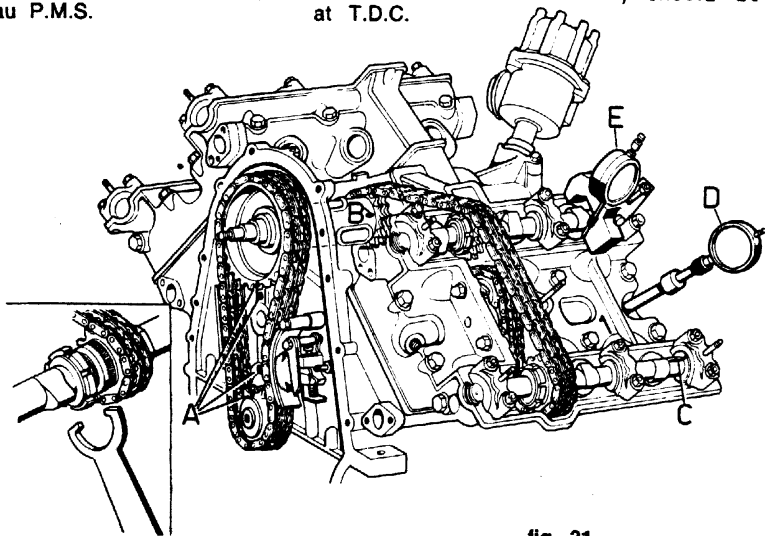

fig. 31
In caso di smontaggio del motore, per ottenere la giusta fasatura, procedere come appresso indicato. Ruotare l'albero a manovella fino a fare coincidere i denti segnati da uno (0) sull'ingranaggio distribuzione e sull'albero a manovella, con i relativi contrassegni (0) sul frontale basamento (fig. 31/A).
En cas de démontage du moteur, pour obtenir une mise en phase correcte, opérer de la façon suivante: faire tourner l'arbre à manivelle jusqu'à ce que les dents marquées par un (0) sur l'engrenage de distribution et sur l'arbre à manivelle coïncident avec les marques (0) correspondantes sur le monobloc (fig. 31/A).
Rotate the crankshaft so as to bring the teeth marked with 0 on the timing gear on the crankshaft into line with the related matching marks 0 on the front of crankcase (A, fig. 31).
In caso di smontaggio di una delle due teste assicurarsi che lo zero (0) segnato sull'albero centrale sia visibile in corrispondenza dell'uscita della catena (fig. 31/B) con il pistone numero uno al P.M.S. nel caso che lo zero (0) non fosse visibile ruotare il motore di 360°.
Trovate queste coincidenze si può procedere al montaggio degli assi a camme facendo attenzione che i segni su di essi combacino con quelli stampigliati sui supporti (fig. 31/C).
Au cas où l'on démonterait une des deux culasses, s'assurer que le zéro (0) marqué sur l'arbre central soit bien visible en correspondance de la sortie de la chaîne (fig. 31/B) avec le piston n. 1 au P.M.S.; au cas où le zéro (0) ne serait pas visible, tourner le moteur de 360°.
Une fois que les coincidences ont été trouvées, on peut passer au montage des axes à cames en faisant bien attention à ce que les marques de ceux-ci coïncident avec celles estampillées sur les supports (fig. 31/C).
When removing one of the two heads, make sure that mark 0 on the central shaft can be spot at the exit of chain (B, fig. 31) with piston No. 1 at T.D.C.; in case mark 0 cannot be spotted, rotate engine 360°.
When these coincidences are achieved, proceed to the assembly of camshafts making sure that marks stamped on them are aligned with those on the supports (C, fig. 31).
misuratore micrometrico sul foro della sua candela (fig. 31/D) (testa sinistra) e con i lobi degli assi a camme nella posizione indicata in (fig. 31/C) rivolti verso l'esterno. Si fissa un altro misuratore micrometrico in corrispondenza del bicchierino della valvola del cilindro numero uno (fig. 31/E), indi ruotare l'asse a camme fino che la valvola di aspirazione sia aperta di mm 2,2 e la valvola di scarico di mm 1,3. Analoga operazione dovrà essere fatta sulla testa opposta, tenendo presente che i lobi degli alberi a camme dovranno essere rivolti verso l'interno e che gli strumenti di misurazione dovranno essere posti sul cilindro numero sei.
Fare attenzione alla segnatura sugli assi a camme (fig. 31/C).
Pour trouver le P.M.S. du cylindre numéro un, fixer au moyen d'instruments spéciaux, un mesureur micrométrique sur le orifice de sa bougie (fig. 31/D) (culasse gauche), les lobes des axes à cames ayant la position indiquée sur la (fig. 31/C), tournés vers l'extérieur.
Fixer un autre mesureur micrométrique en correspondance de l'emboîtement de la soupape du cylindre numéro un (fig. 31/E) et faire tourner l'axe à cames jusqu'à ce que la soupape d'admission ait une ouverture de 2,2 mm et la soupape d'échappement une ouverture de 1,3 mm. La même opération devra être effectuée sur la culasse opposée, en tenant compte du fait que les lobes des arbres à cames devront être tournés vers l'intérieur et que les instruments de mesure devront être placés sur le cylindre n. 6.
Faire attention aux marques sur les axes à cames (fig. 31/C).
By means of the proper tools fix a micrometric gauge in the spark plug hole (fig. 31/D), left hand head, and with camshafts in the position indicated in (fig. 31/C). Fix an other micrometric gauge in correspondance of the valve cap of cylinder No. 1 (fig. 31/E), then turn camshaft till intake valve is mms. 2.2 open and exhaust valve mms. 1.3. Same operation should be carried out on the opposite head, keeping in mind that position of camshafts should be in opposite position in respect of (fig. 31/C) and that gauges should be fixe on cylinder No. 6. Pay attention to the marks on camshafts (fig. 31/C).